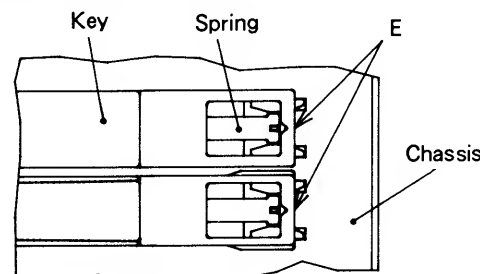
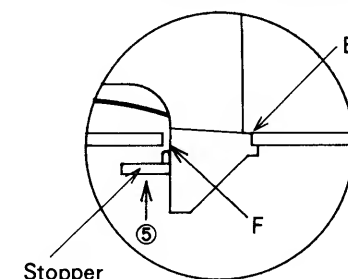

Fig.9
Fig.10
3. Referring to Fig.9 and Fig.10, verify that there is no clearance at the portion E between the key fulcrum and the chassis. Pressing the stopper in the direction of arrow ⑤, attach it on the portion F as shown in Fig.10.
3. キー支点部とシャーシ係合部のあいだEに、すき間の無いことを確認する。ストッパーをシャーシ裏側に、Fig.10 に示す Fに沿って、シャーシとキーのすき間に押し込むようにして貼る。